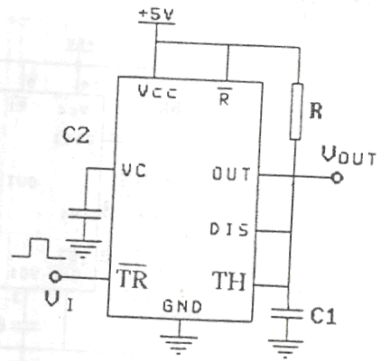

图 8.6 单稳态触发器电路
实验如图 8.6 所示。
- (1). 按图 8.6 接线,图中  $R=10K\Omega$ ,  $C_1=0.01\mu F$ ,  $V_i$  是频率约为 10KHZ 左右的方波时,用双踪示波器观察 OUT 端相对于  $V_i$  的波形,并测出输出脉冲的宽度  $T_w$ 。
- (2). 调节  $V_i$  的频率,分析并记录观察到的 OUT 端波形的变化。
- (3). 若想使  $T_w=10\mu S$ ,怎样调整电路? 测出此时各有关的参数值。